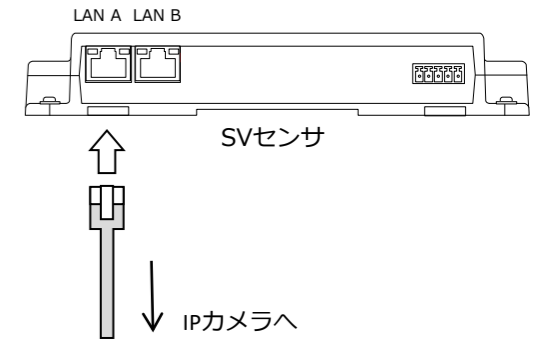

図5 SVセンサへのLANケーブルの接続
- (1) モバイルパックのプラボックスとIPカメラのハウジング等を繋いでいる配線管にLANケーブルを通す。
- (2) モバイルパックのSVセンサ側面のLANポートにLANケーブルを接続する。(図5)